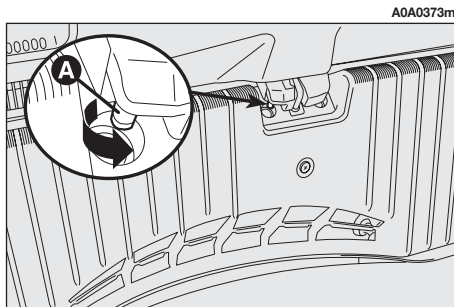

fig. 161
– per ottenere lo sblocco meccanico del portellone, operando all'interno del vano bagagli, agire sulla levetta (A-fig. 161) come illustrato;